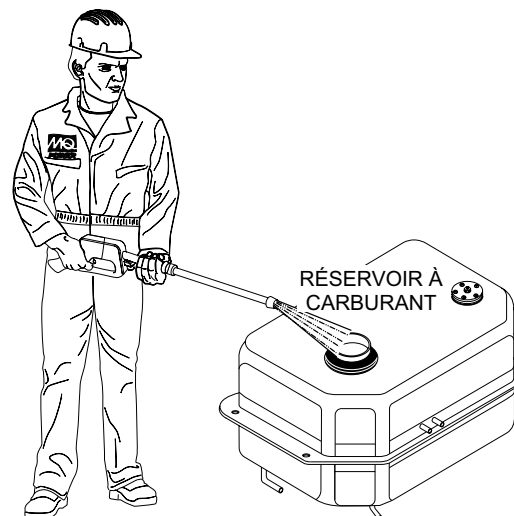

**Figure 60. Nettoyage du réservoir de carburant**
1. Si nécessaire, vider le réservoir complètement de carburant. Utiliser un pulvérisateur de lavage (Figure 60) pour rincer les dépôts ou les débris qui se sont accumulés à l'intérieur du réservoir de carburant.